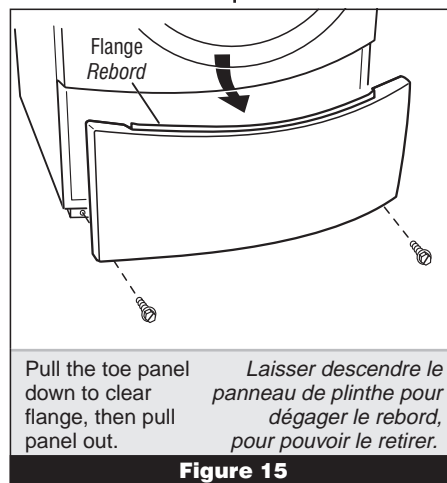

Figure 15
3. Slide the toe panel down, then pull it out from the bottom. See figure 15.
3. Faire glisser le panneau de plinthe vers le bas puis le retirer. Voir figure 15.